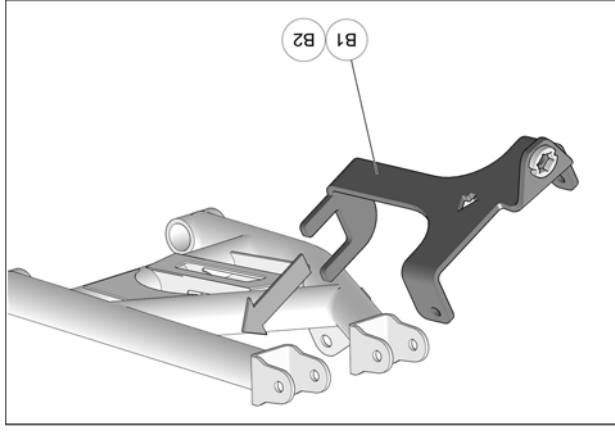

Fig. 4
5. Placer la partie arrière de l'ancrage (B1-B2) en forme de C, au bras de suspension inférieur. Fig. 4